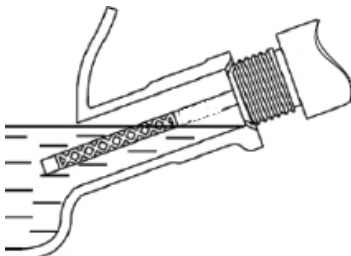

Рисунок 3. Схема перевірки рівня мастила в картері двигуна.
5.1.2 Перевірка наявності та заправлення мастила (рис. 3).